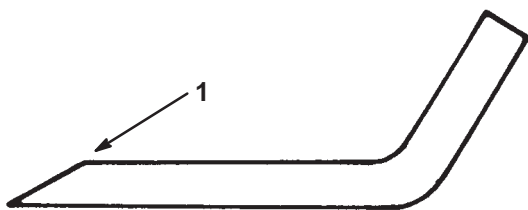

Bild 28
1. Schärfen Sie die Schnittkante an beiden Enden des Schnittmessers mit einer Feile (Bild 28). Behalten Sie den ursprünglichen Winkel bei. Das Schnittmesser behält seine Auswuchtung bei, wenn von beiden Schnittkanten die gleiche Materialmenge entfernt wird.